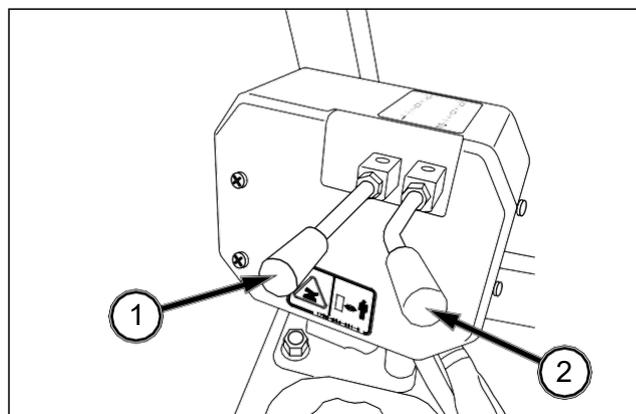

FIG. 92
FIG. 92 y 93: La palanca de mando (1) sirve para levantar/bajar el equipo cuando se utiliza el primer juego de conexiones a distancia. La palanca de mando (2) sirve para controlar el equipo cuando se utiliza el segundo juego de conexiones a distancia (únicamente kit de dos carretes).